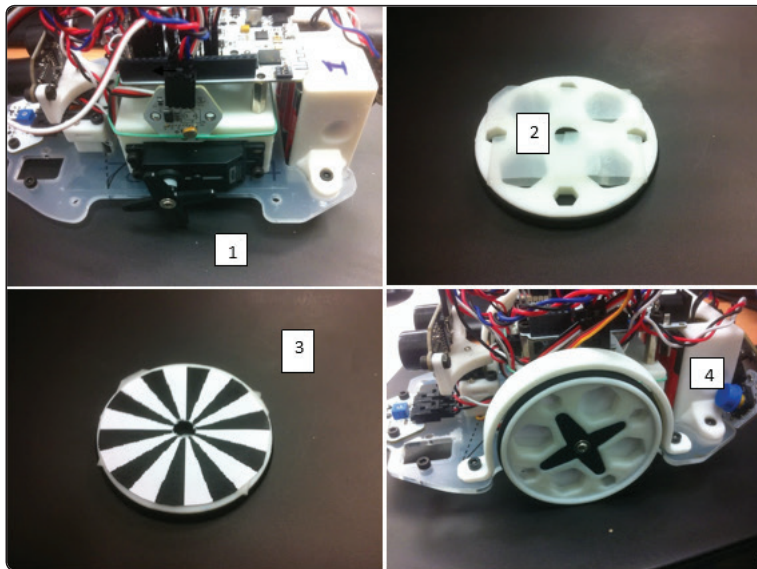

Figura 1.2-99. Montaje de un encoder en un robot de 2 ruedas (Printbot)
- Primero deberemos desmontar las dos ruedas de nuestro robot y colocar cada sensor de infrarrojo de manera que quede enfrentado a la rueda lo más cercano posible pero sin tocarla (Figura 1.2-99.1). En el caso del
- Pon cinta de doble cara en la parte interna de cada rueda (Figura 1.2-99.2) y pega los discos (Figura 1.2-99.3).
- Vuele a colocar las ruedas a los servos de rotación continua (Figura 1.2-99.4).